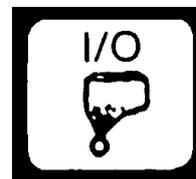

Fig.7
4.2.7 Surveillance d'arrêt de l'arbre de transmission du distributeur d'engrais (Fig.7)